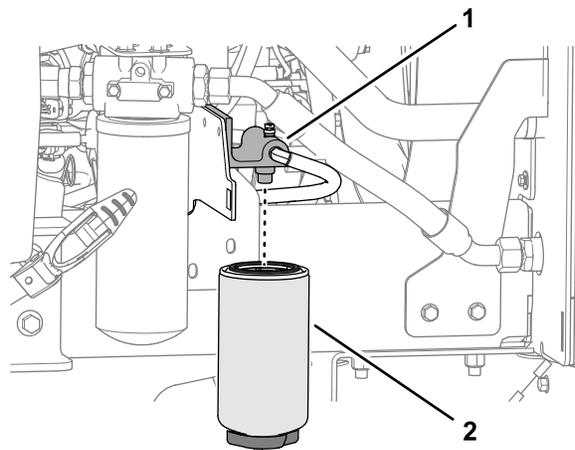

図 56
1. 燃料フィルタのキャニスタの下に汚れのない容器をおく 図 56。
3. 燃料フィルターとフィルターヘッド 図 56 の周囲の汚れを取る。
4. フィルターキャニスターを取り外し、フィルターヘッドを清掃する (図 56)。